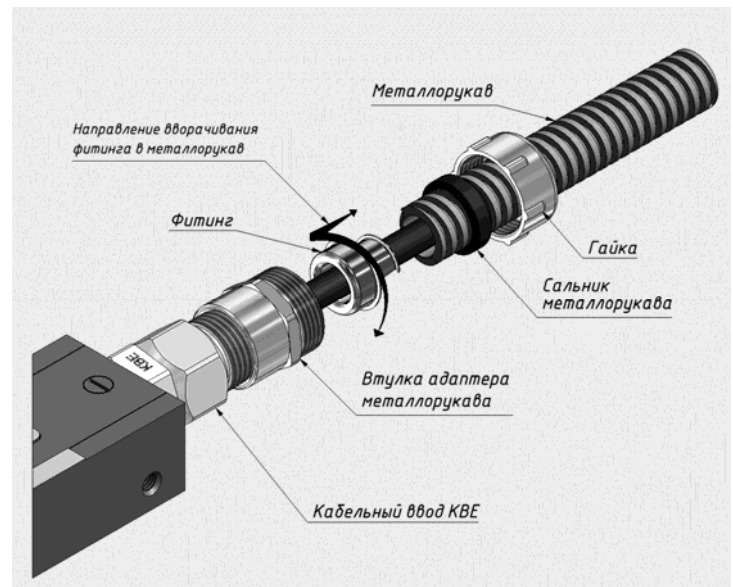

Рис.4 Сборка адаптера для металлорукава.
5.15 Изделие MAL-FE-M выпускается в комплекте с адаптером, позволяющим выполнить герметичное соединение с металлорукавом в ПВХ оболочке типа МРПИ-12. При монтаже фитинг адаптера (Рис.4) вкручивается в металлорукав. Затем фитинг с металлорукавом вставляются во втулку адаптера и выполняется крепление металлорукава с помощью накидной гайки через уплотнительный сальник.